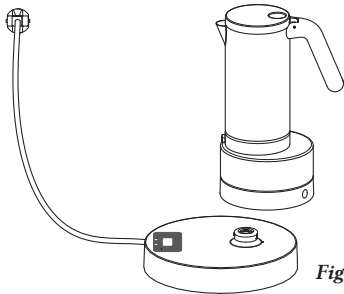

Fig. 7
- Zet de koffiezetter op de voedingsplaat. (fig. 7)